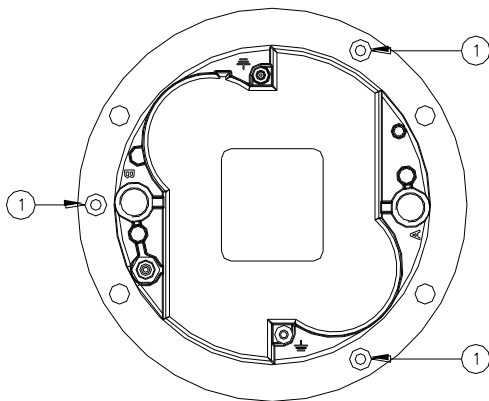

Figura 19 – Viti di fissaggio della coperchio inferiore
Separare il coperchio inferiore dalla calotta svitando le tre viti di bloccaggio TSP TORX M5x10 (Figura 19 - n°1).
- tre viti di bloccaggio TSP TORX M5x10 (Figura 19 - n°1);
Verificare il corretto posizionamento della guarnizione O-Ring tra calotta e coperchio inferiore (Figura 21 – n°2); montare il coperchio inferiore nella calotta e chiuderla con le tre viti TSP TORX M5x10 (Figura 19 - n°1). Uno strato di adesivo anaerobico frenafilietti medio (per esempio LOXEAL 24-18) può essere applicato alle viti prima dell'installazione; coppia di serraggio 2,5 Nm.